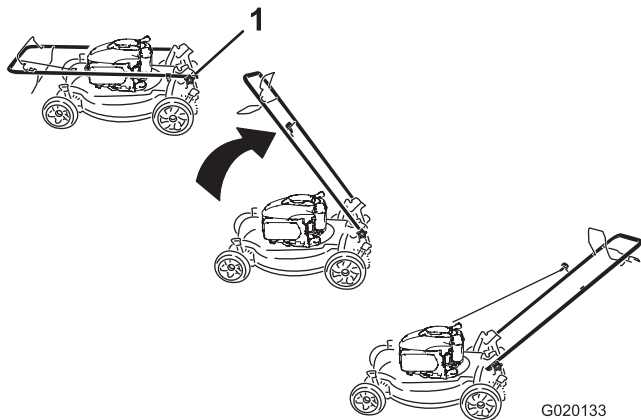

Figure 3
1. Retirez les boutons du guidon du carter du plateau de coupe (Figure 3).
1. Bouton du guidon (2)
3. Montez et serrez les boutons du guidon que vous avez retirés à l'opération 1 (Figure 3).